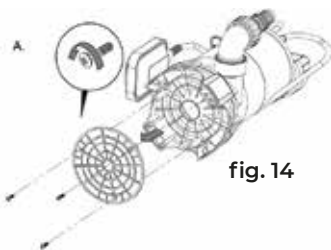

fig. 14
- Retirer le panneau de protection en bas de la pompe pour accéder à l'ouverture d'entrée d'air (5). (Voir figure 14)